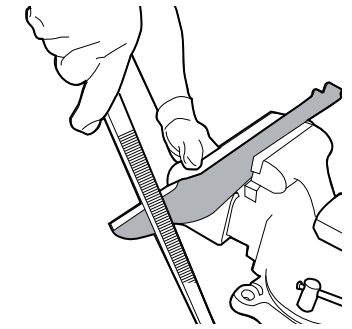

Fig. 23
5. Pour vérifier l'équilibre de la lame : fixez un clou ou un tournevis à tige ronde en position horizontale. Positionnez la lame de manière à ce que le clou ou la tige ronde du tournevis soutienne la lame par son trou central. Mettez la lame en équilibre à l'horizontale. Si l'une des extrémités de la lame tourne vers le bas, enlevez un peu de métal de l'extrémité la plus lourde ou la plus basse jusqu'à ce que la lame soit équilibrée. Elle est équilibrée lorsqu'aucune extrémité ne tombe. Voir figure 23.